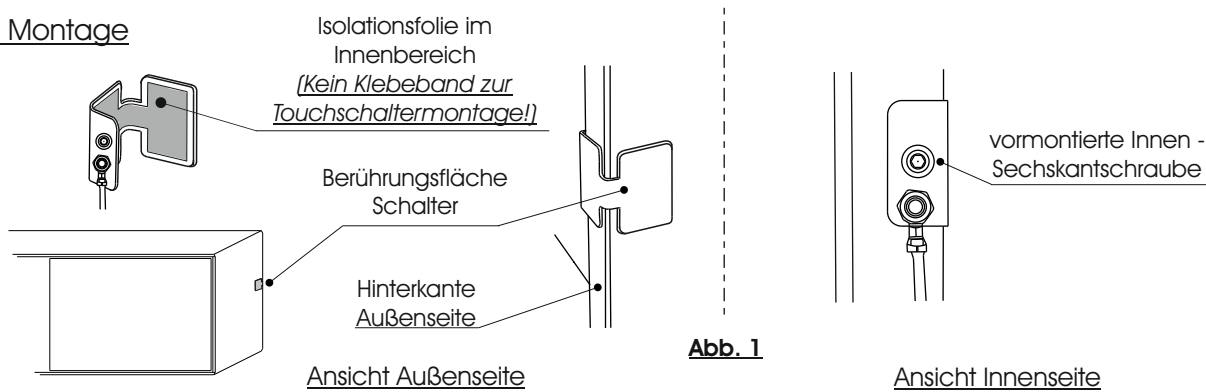

Abb. 1
1. Der Schalter wird an der Hinterkante einer Außenseite des Möbels montieren. Die Position ist im allgemeinen frei wählbar. Schieben Sie den Berührungsschalter auf und fixieren Sie diesen mit Hilfe der bereits vormontierten Schraube am Schalter. (Abb. 1)